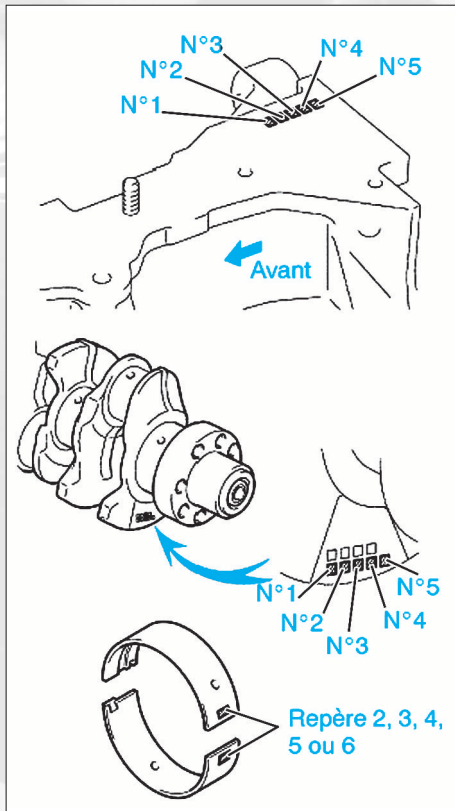

FIG. 5
**Alésage de tourillon de vilebrequin sur le bloc-cylindre (fig. 5) :**
Diamètre des tourillons du vilebrequin (fig. 5) :
Les coussinets sont repérés par un numéro de classe allant de 2 à 6 (voir fig. 5 pour sa localisation) :